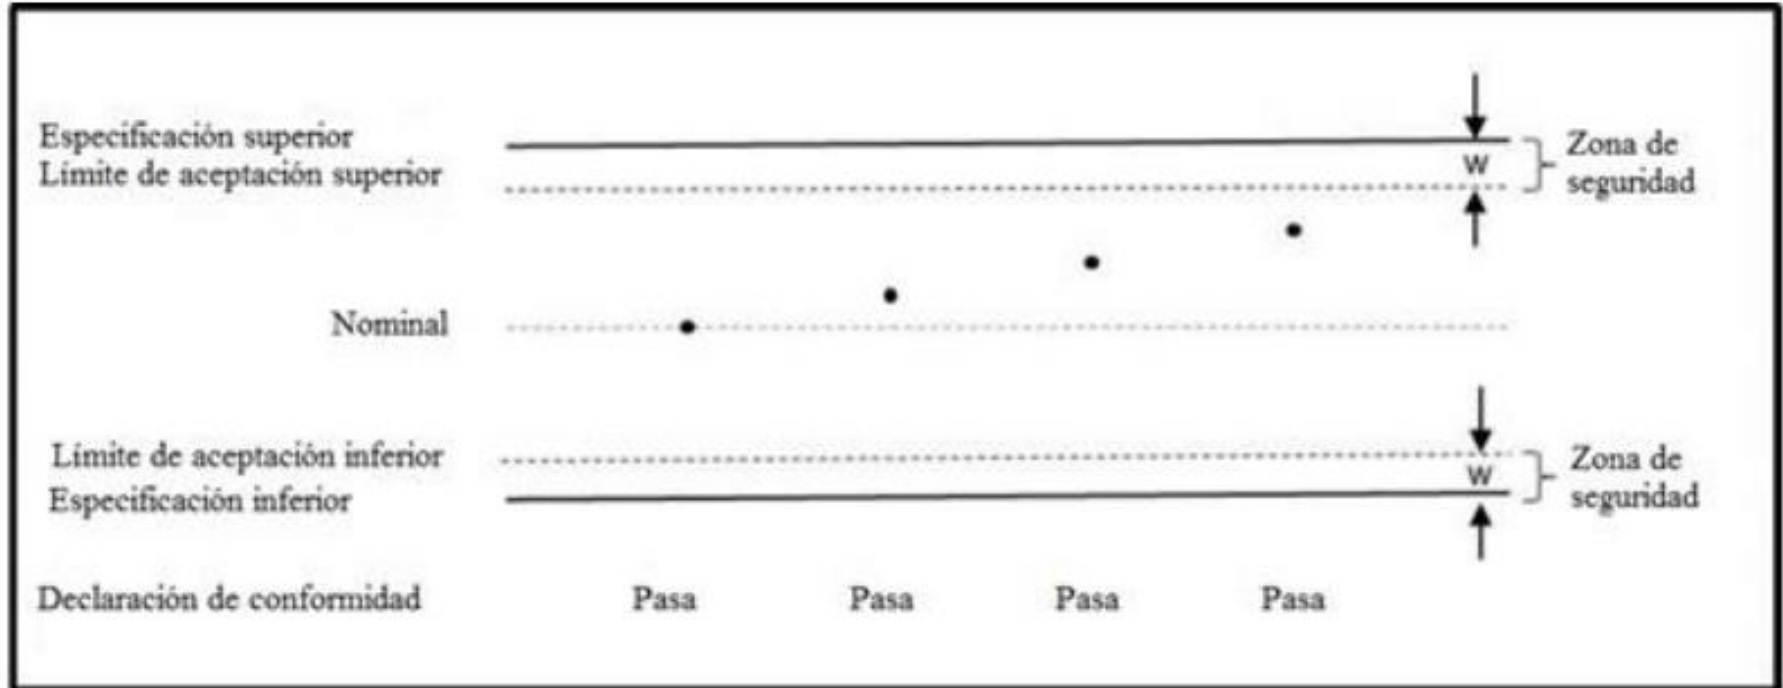

Figura 1. Representación gráfica de la Zona de Seguridad, Especificación superior e inferior y Límite de aceptación superior e inferior
La Zona de Seguridad (w) es el Límite de Tolerancia/Especificación (TL) menos el Límite de Aceptación (AL) o $w = TL - AL$. Esto significa que si el resultado de la medición está por debajo del Límite de Aceptación (AL), entonces la medición se acepta y es conforme con la especificación. Dicho de otra manera, **es incluir a priori la Incertidumbre en la Tolerancia/Especificación (TL)**. Véase la Figura 1 a continuación.